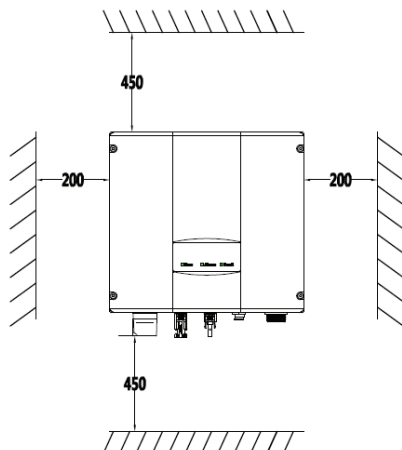
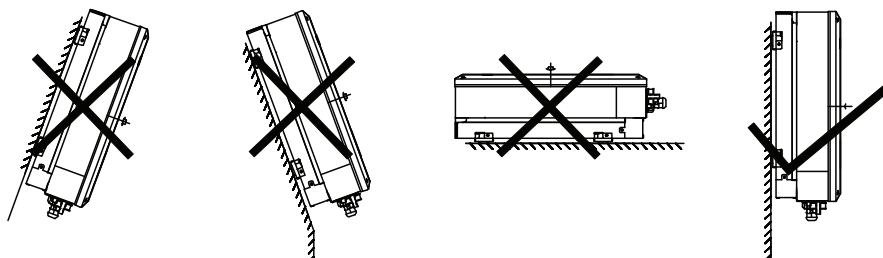

Figura 8 Luogo di installazione
Figura 9 Posizione di installazione
- (1) L'altezza della posizione di installazione deve garantire che la linea visiva sia allo stesso livello del display LCD per visualizzare comodamente i parametri dell'inverter.
- (2) Scegliere un luogo ben ventilato e riparato dalle radiazioni solari dirette e dalla pioggia.
- (3) Lasciare uno spazio sufficiente intorno all'inverter per consentire una facile installazione e rimozione dalla superficie di montaggio e la convezione dell'aria. (vedi Figura 8).
- (4) La temperatura ambiente durante l'installazione deve essere compresa tra -25°C e 60°C.
- (5) Il luogo di installazione deve essere lontano da dispositivi elettronici che possono generare forti interferenze elettromagnetiche.
- (6) L'inverter deve essere installato su una superficie solida e stabile, come una parete, una staffa metallica, ecc.
- (7) La superficie di installazione deve essere perpendicolare alla linea orizzontale. (vedi Figura 9).
- (8) L'installazione deve garantire una messa a terra affidabile dell'inverter e il materiale del conduttore metallico di terra deve essere conforme al materiale metallico riservato alla messa a terra dell'inverter.